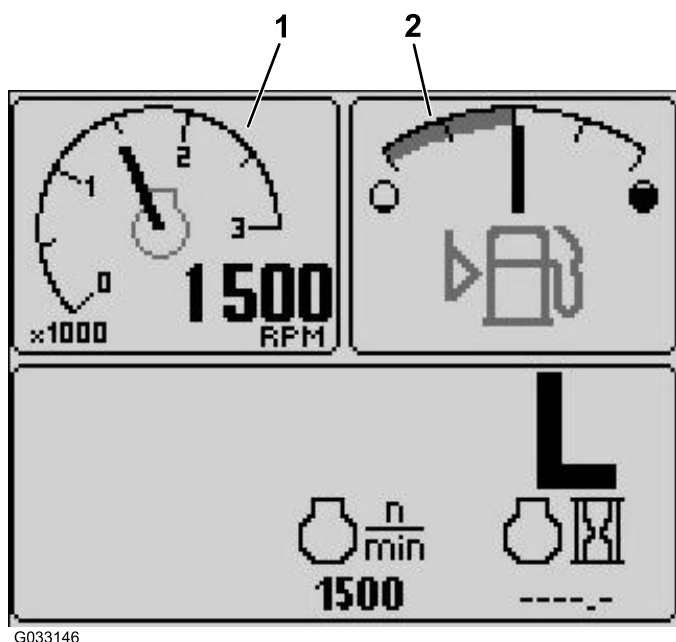

Figura 16
- Tacómetro — ecrã superior esquerdo (Figura 16)
- Indicador do nível de combustível — ecrã superior direito (Figura 16)
Este mostrador indica o nível de combustível no depósito (Figura 16).
Este mostrador mostra a velocidade de funcionamento do motor em rpm (Figura 16).